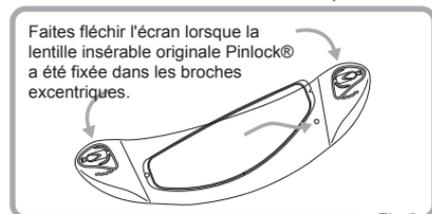

Fig.3
- ② Fléchissez l'écran avec précaution jusqu'à ce qu'il s'aplatisse. Ensuite, encliquetez l'autre côté de la lentille insérable originale Pinlock® dans les broches excentriques, puis, laissez, avec précaution, l'écran reprendre sa forme courbe originale. (Fig. 3 et 4)